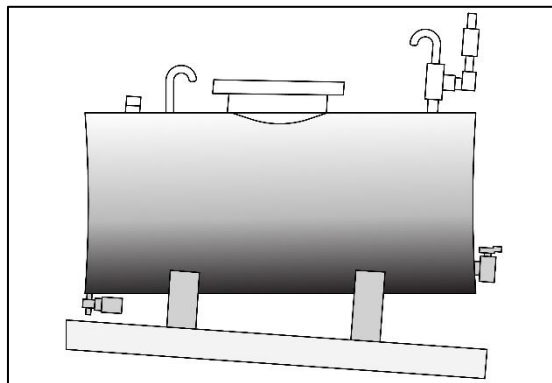

Fig. 356 - POSITIE VAN DE OPSLAGTANK
3. De opslagtank (Fig. 356) moet overkapt staan en op een bok worden geplaatst die hoog genoeg is om de brandstoftank van de tractor met zwaartekracht te kunnen vullen. De tank moet een geschikt mangat hebben voor toegang bij reiniging. De uitlaatkraan moet circa 75 mm boven de tankbodem zitten zodat water en slib kunnen bezinken. Er moet een uitneembaar filter/schermbaan aanwezig zijn. De opslagtank moet ongeveer 4 cm per meter aflopen naar de achterzijde (kant van de aftapplug).